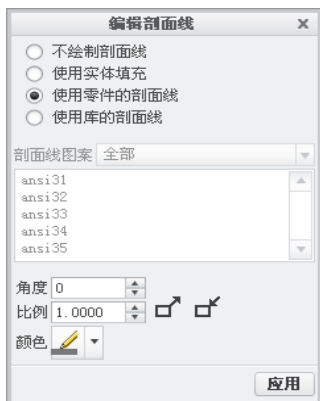

图 3.2.14 “编辑剖面线”对话框
- (1) 在截面操作界面中, 选取要修改的剖截面名称 , 然后右击选择  编辑剖面线 命令, 系统弹出图 3.2.14 所示的“编辑剖面线”对话框。
(1) 在截面操作界面中, 选取要修改的剖截面名称 **B**, 然后右击选择 **编辑剖面线** 命令, 系统弹出图 3.2.14 所示的“编辑剖面线”对话框。